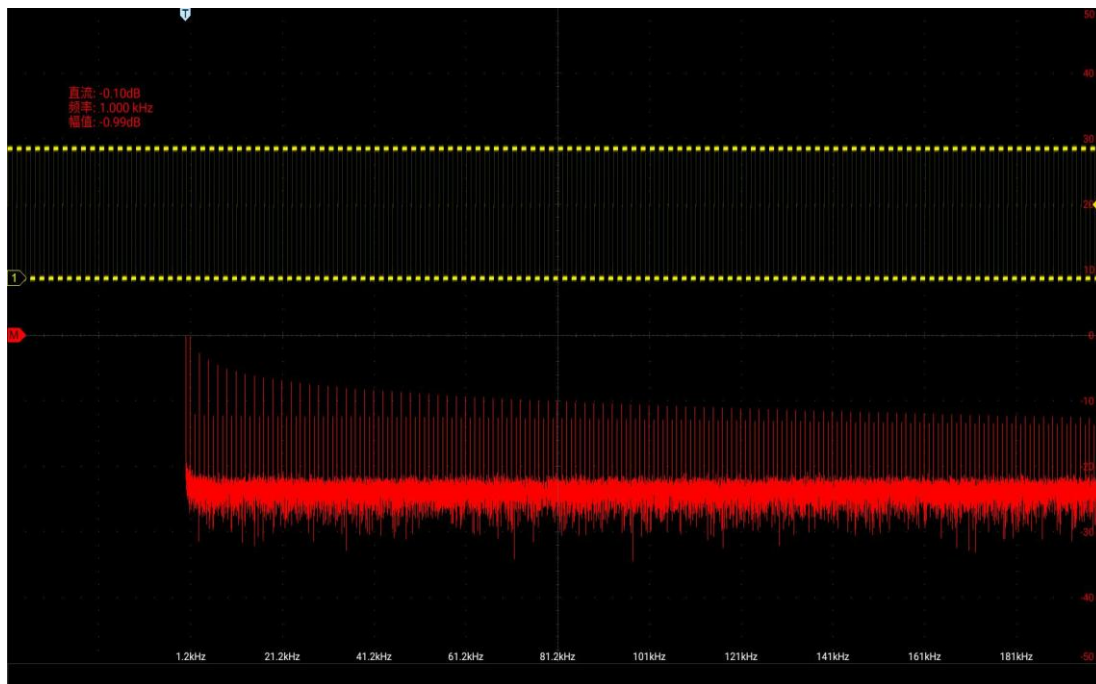

Рисунок 8-3. Окно БПФ
- 2) Нажмите на тип спектра «Line/Decibel» **FFT**, чтобы открыть окно функции БПФ (см. рисунок 8-3. Окно функции БПФ).